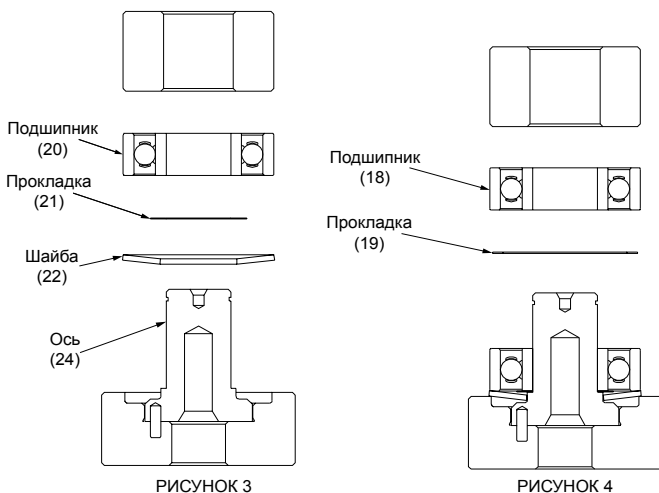
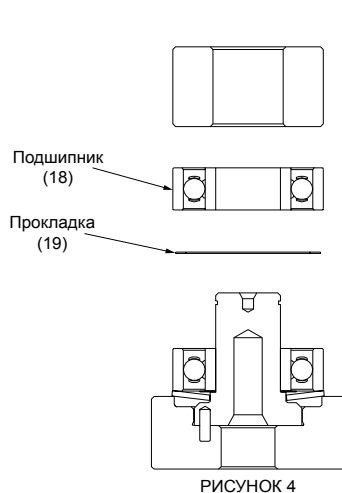

РИСУНОК 3
РИСУНОК 4
1. Поместите основание инструмента T-3A (MPA0203) для запрессовки подшипников оси на плоскую чистую поверхность небольшого ручного пресса или аналогичного устройства полостью оси вверх. Вставьте ось (24) в полость для оси валом вверх. См. Рисунок 3.
2. Наденьте шайбу (22) на вал оси (24) закручиванием шайбы наружу, так чтобы наружный диаметр шайбы контактировал с наружным диаметром подшипника (20). Положите регулировочную прокладку (21) на буртик оси. Наденьте подшипник (односторонний) на ось глухой стороной в сторону шайбы. Примечание: При запрессовке подшипников убедитесь, что и наружные и внутренние кольца подшипника поддерживаются инструментом для запрессовки подшипников. Напрессовывайте подшипник на буртик оси с помощью верхней части инструмента для запрессовки подшипников T-3B (MPA0204), как показано на Рисунке 3.
3. Наденьте регулировочную прокладку (19) на вал оси (24) и на лицевую сторону подшипника (20), убедившись в расположении ее по центру. Напрессуйте подшипник (18) (открытый) с помощью верхней части инструмента для запрессовки подшипников (MPA0204) T-3B, следя при этом, чтобы прокладка оставалась центрированной относительно вертикальных осей вала и подшипника. См. Рисунок 4. Если сборка оси проведена правильно, подшипники будут вращаться свободно, но не будут съезжать или смещаться под действием силы тяжести.